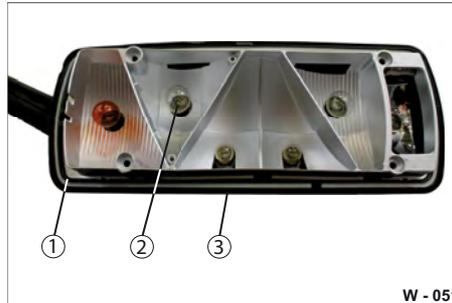

Abb. 58 Heckleuchte geöffnet
- ▶ Setzen Sie die äußere Lichtscheibe dicht auf das Gehäuse (Abb. 58/3).
- ▶ Achten Sie auf den richtigen Sitz der Dichtung (Abb. 58/1).